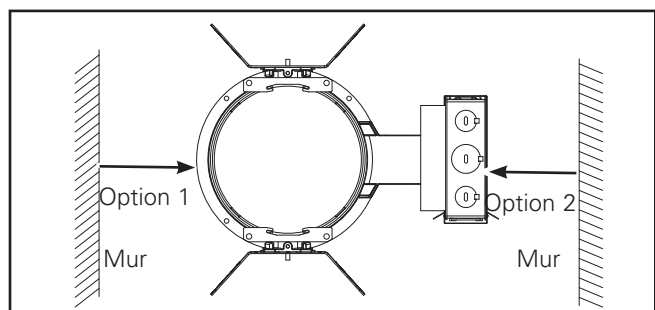

Figure 10.
- Pour l'option de projecteur mural installez la structure avec la boîte de jonction vers le mur. (Figure 10).